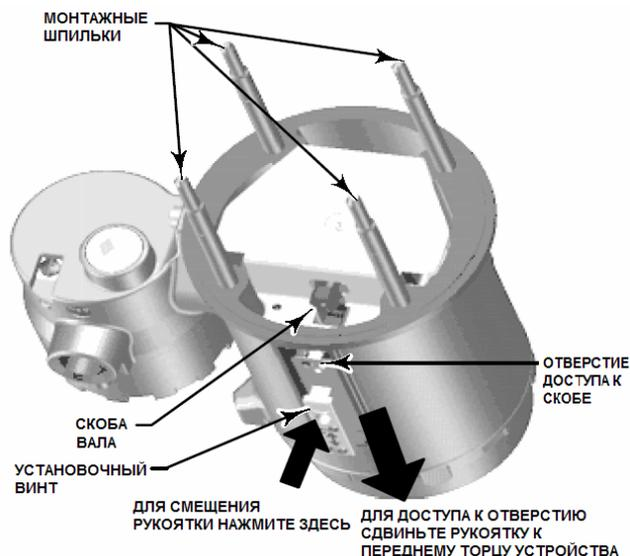

Рисунок 3-5. Коммутационный отсек уровнемера (для наглядности кольцо переходника снято)
1. Полностью собранная и соединенная система поплавка в камере поставляется с поплавком или валом, заблокированным в рабочем диапазоне механическими средствами. В этом случае рукоятка доступа (рисунок 3-5) будет в незафиксированном положении. Перед калибровкой снимите крепежные детали, блокирующие поплавок. (См. Руководство по эксплуатации к соответствующему сенсору). Сочленение трогать не следует.
2. Используя патрон глубиной 10 мм, просунутый через отверстие доступа, освободите скобу вала (рисунок 3-5). Эту скобу нужно будет затянуть при выполнении сочленения, описанного в соответствующем параграфе раздела “Начальная установка параметров”.